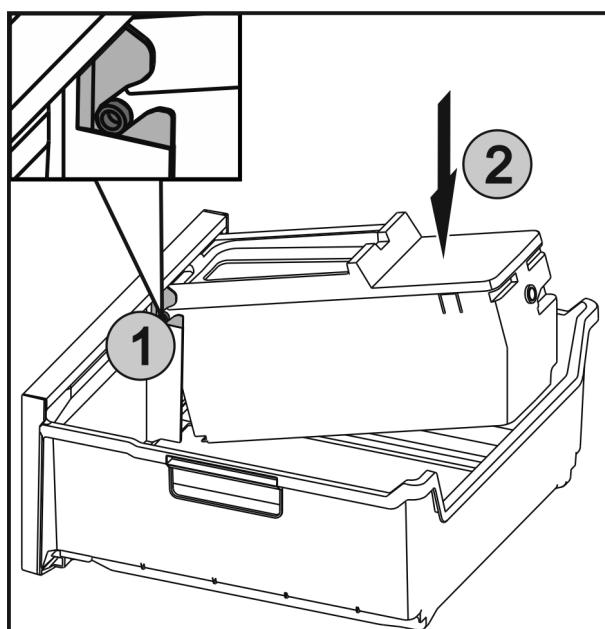

Fig. 62
- ▶ Вставить оси *Fig. 62 (1)* на EasyTwist-Ice в направляющие и вдавить заднюю сторону *Fig. 62 (2)* до фиксации накладки.